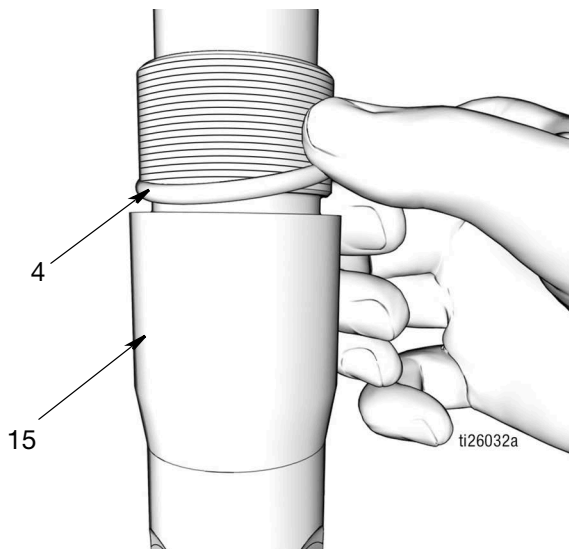

FIG. 43
- b. Appliquer une mince couche de graisse sur le joint torique (4). Mettre le joint torique sur le clapet antiretour de sortie (15) (FIG. 43).